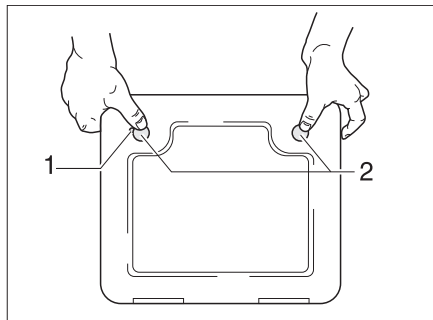

Fig. 383 Sportello per la cassetta della toilette
- Aprire lo sportello della cassetta all'esterno del veicolo. Inserire la chiave nel cilindro della serratura a pressione (Fig. 383,1) e ruotare di un quarto di giro.
- Premere contemporaneamente con i pollici entrambe le serrature a pressione (Fig. 383,2) e aprire lo sportello per la cassetta.